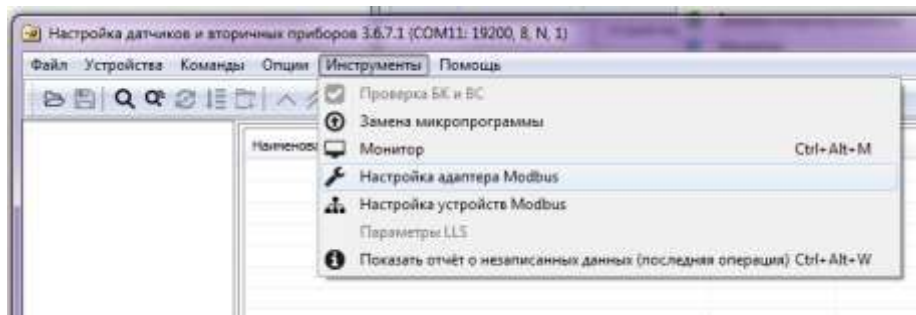

Рисунок 7 – Запуск утилиты «Настройка адаптера Modbus»
3.5.5.3 Для запуска утилиты в программе «Настройка датчиков и вторичных приборов» выбрать пункт главного меню «Инструменты» → «Настройка адаптера Modbus» (рисунок 7).